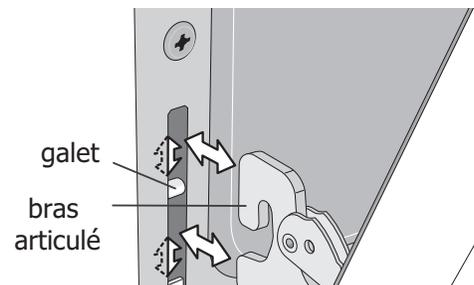

Figure 23 : Repos du bras articulé et du galet
3. Saisir fermement les deux côtés de la porte du four. Ne pas la soulever par la poignée (voir Figure 23).
4. Ouvrir la porte à un angle d'environ 10 degrés du cadre de porte (voir Figure 23).
1. Saisir fermement les deux côtés de la porte du four. Ne pas la soulever par la poignée (voir Figure 23).
2. Tout en tenant la porte au même angle que pour la dépose, asseoir le crochet du bras articulé sur les galets situés de part et d'autre du cadre de four (voir Figure 23 et Figure 24). Le crochet du bras articulé doit s'asseoir fermement sur les galets.